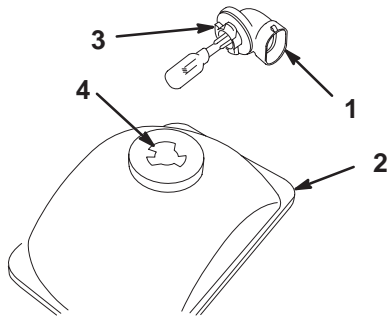

Bild 37
2. Fassen Sie unter das Armaturenbrett und drehen Sie die Birne eine 1/4 Umdrehung entgegen dem Uhrzeigersinn (Bild 37). Ziehen Sie die Birne aus dem Reflektor.
5. Fassen Sie unter das Armaturenbrett und richten Sie die drei Laschen an der Birne mit den Schlitzen im Reflektor aus (Bild 37). Stecken Sie die Birne in den Reflektor und drehen ihn um 1/4 Umdrehung im Uhrzeigersinn bis zum Anschlag.